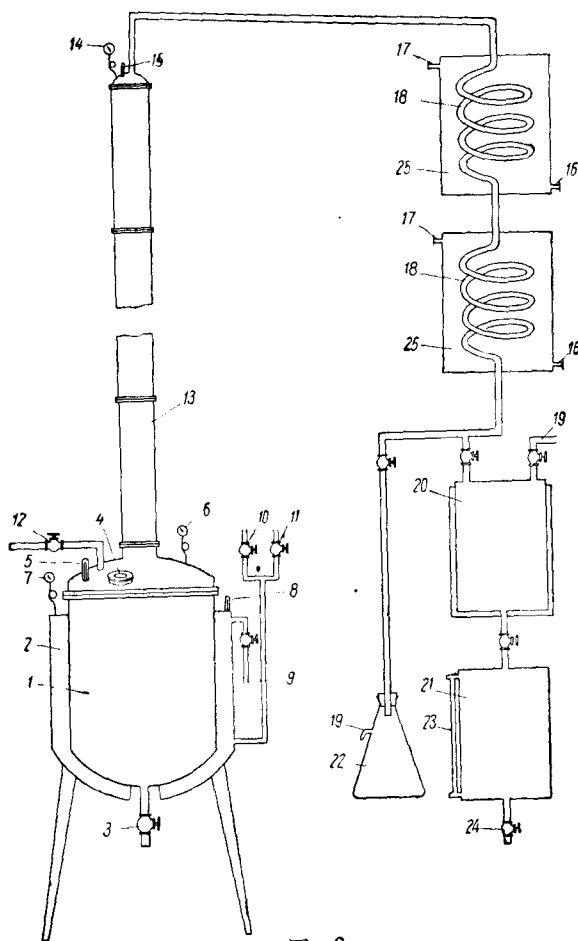

图 6
(2) 减压精馏的设备: 减压精馏设备包括蒸馏锅、分馏塔、冷凝器及单体贮槽、真空泵等(图 6)。